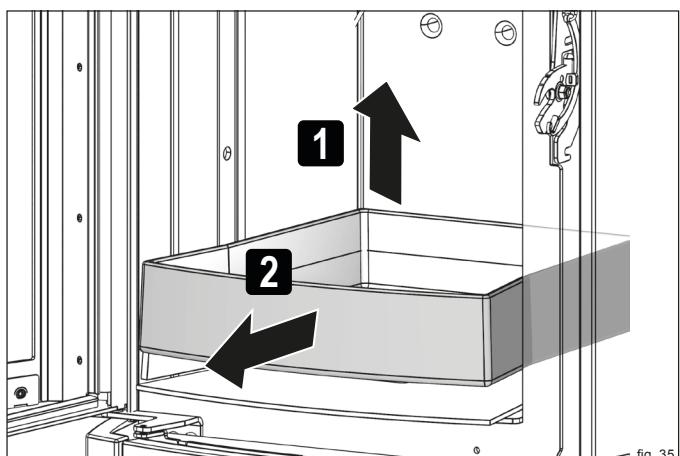

fig. 35
- ▶ Rimuovere la griglia in ghisa (fig. 35).